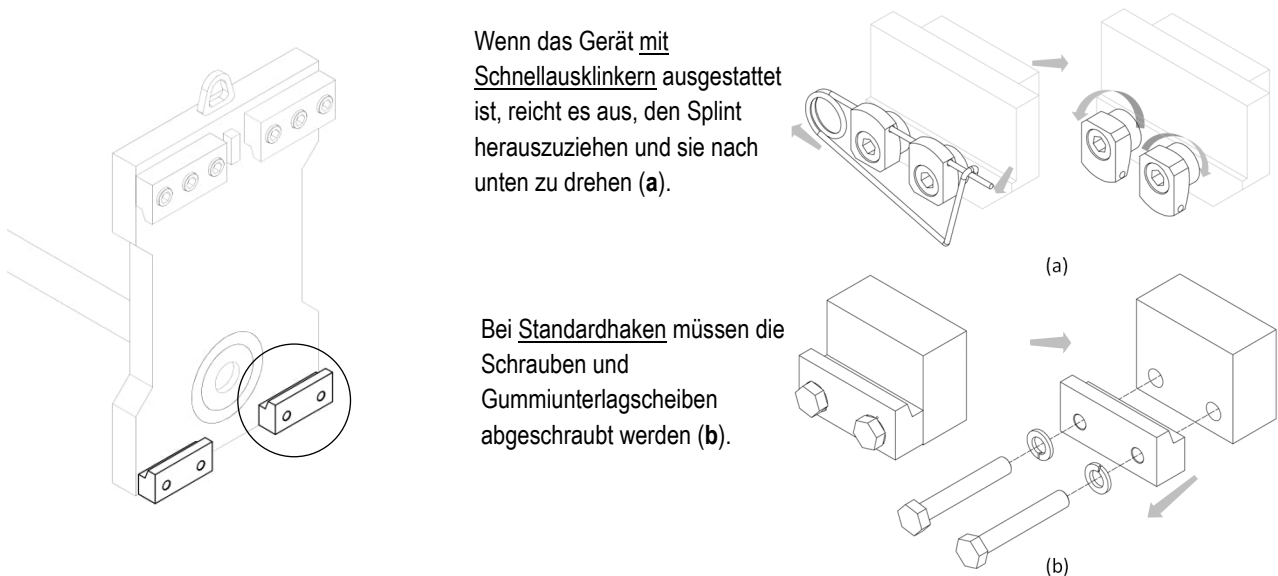

Abbildung 2
3. Entfernen Sie die unteren Haken vom Gerät (siehe Abbildung 2).